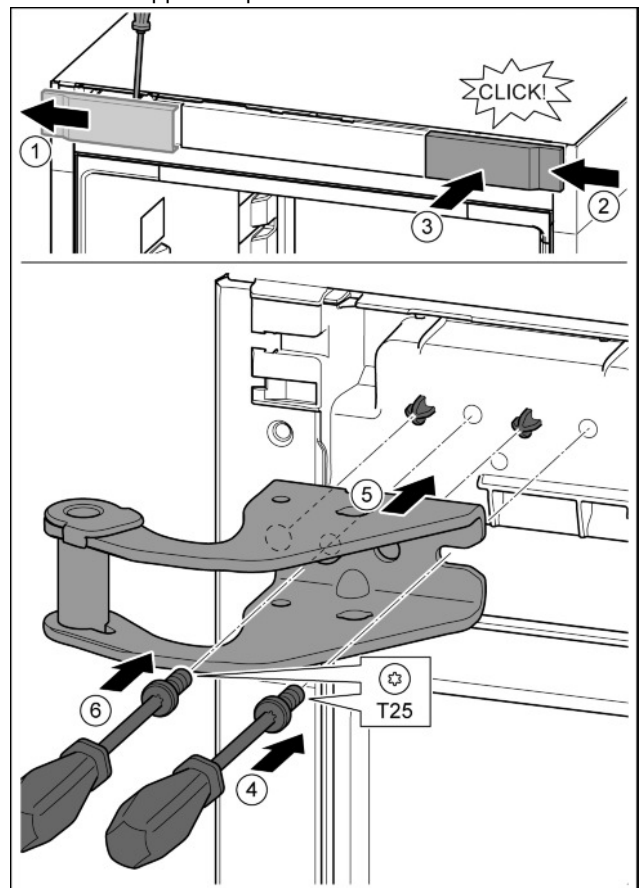

Fig. 9
- u Libérer le cache avec un tournevis et le mettre de côté. *Fig. 9 (1)*
- u Accrocher le cache tourné de 180° de l'autre côté à droite. *Fig. 9 (2)*
- u Enfoncer le cache. *Fig. 9 (3)*
- u Mettre en place la vis avec un tournevis T25. *Fig. 9 (4)*
- u Mettre en place le support de palier supérieur. *Fig. 9 (5)*
- u Serrer la vis. *Fig. 9 (4)*
- u Mettre en place la vis avec un tournevis T25 et la serrer. *Fig. 9 (6)*